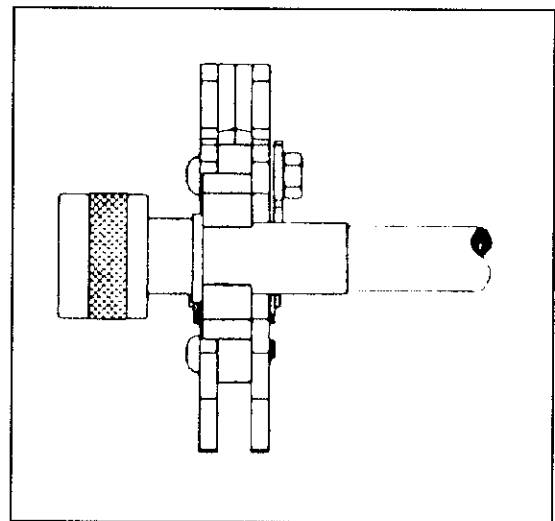

FIG.6
d) Placer l'ensemble dans l'empreinte B en s'assurant que la bague de butée vienne en appui sur la mâchoire (Fig.6).